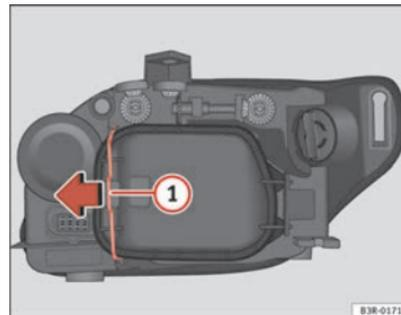

Fig. 196 Feu de position (côté extérieur véhicule)
- Déplacez le tirant ⇒ page 280, fig. 196 ① dans le sens de la flèche et retirez le couvercle rigide en séparant d'abord le côté du tirant et en ôtant ensuite les deux languettes de l'autre extrémité du couvercle.